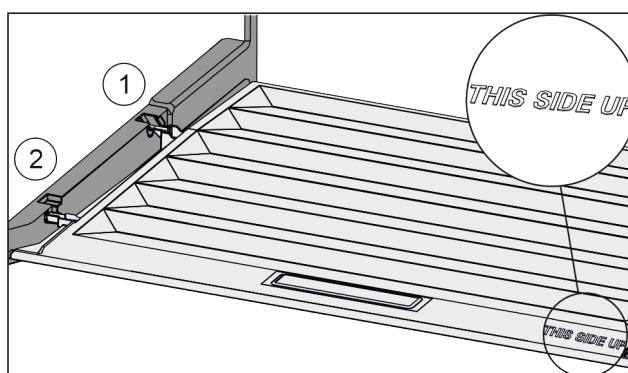

Fig. 110
- ▶ Výstupky veka zavedte cez otvor zadného držiaka Fig. 110 (1) a zaistite vpred v držiaku Fig. 110 (2).